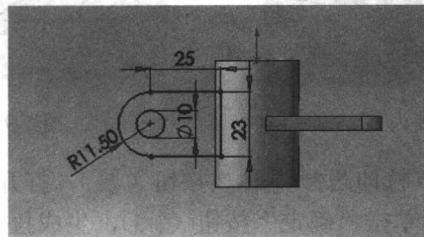

图 1-14 绘制的草图
(7) 在“设计树”管理器中单击“上视基准面”, 然后将视图设置为“正视于”视图。使用“直线”工具 ( )、“3 点圆弧”工具 ( ) 和“圆”工具 ( ) 绘制草图, 如图 1-14 所示。